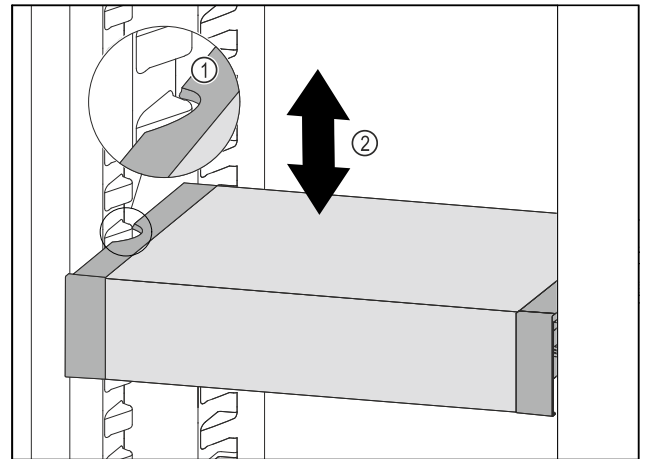

Fig. 60
- ▶ Тяните VarioSafe вперед, пока боковые выемки VarioSafe не окажутся на высоте выступа резервуара в холодильном отделении. Fig. 60 (1)
- ▶ Двигайте VarioSafe в холодильном отделении вверх или вниз, пока не будет достигнута требуемая высота. Fig. 60 (2)